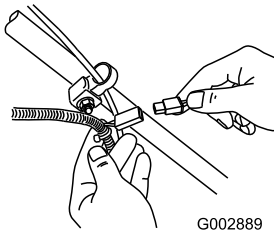

Figura 25
1. Conecte el cargador al arnés de cables situado debajo de la llave de contacto (Figura 25).